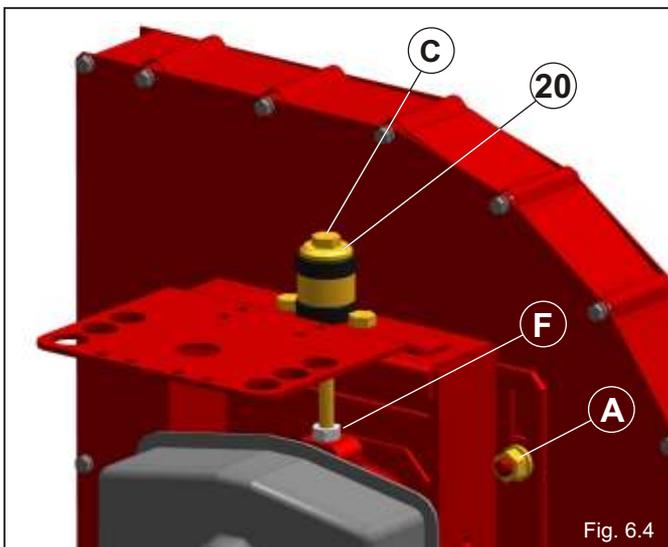

Fig. 6.4
- Ослабьте гайки **A** (Рис.6.4).
- Ослабьте гайку **F** (Рис.6.4).
- Ослабьте болт **C** системы натяжения ремня **20** (Рис.6.4).
- Закрутите гайки **A** (Рис.6.4).